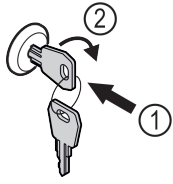

Fig. 196 Beispielhafte Darstellung
- ▶ Schlüssel hineindrücken Fig. 196 (1).
- ▶ Schlüssel um 90° im Uhrzeigersinn drehen Fig. 196 (2).